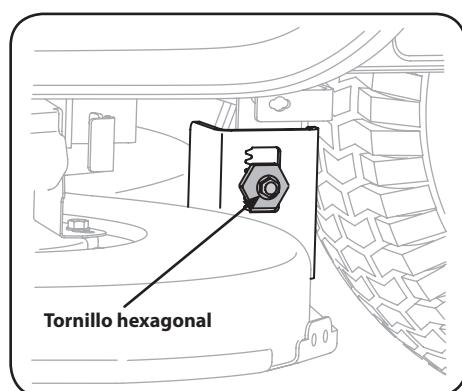

Figura 4-7
- Afloje, pero NO extraiga, el perno de cabeza hexagonal ubicado en la ménsula de suspensión izquierda de la plataforma. Consulte la Figura 4-7.